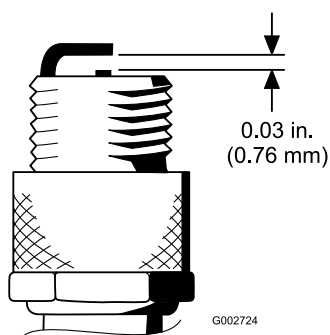

Figura 29
4. Ajuste la distancia entre el electrodo central y el electrodo lateral a 0,76 mm; consulte Figura 29. Tras ajustar correctamente los electrodos, coloque la bujía con su junta y apriétela a 23 N·m. Si no utiliza una llave dinamométrica, apriete la bujía firmemente.